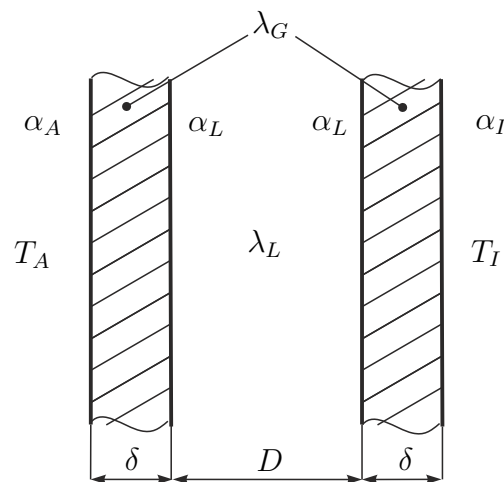

Abbildung 2: Querschnitt einer Doppelverglasung.
2. Bei der Auswahl der Fenster für ein neues Wohnhaus steht man vor der Entscheidung, konventionelle Fenster mit einer Einfachverglasung oder teurere Fenster mit einer Doppelverglasung zu wählen. Ein typisches Fenster mit Doppelverglasung ist in Abbildung 2 dargestellt.
- a) Führen sie geeignete Bezeichnungen für die Temperaturen in den jeweiligen Randschichten ein und tragen Sie diese in die Abbildung 2 ein. Zeichnen Sie auch einen typischen Temperaturverlauf für den Fall $T_I > T_A$ ein. Stellen Sie die Zusammenhänge zwischen den einzelnen Wärmestromdichten und den benachbarten Temperaturen auf. Wie lautet der Zusammenhang zwischen den einzelnen Wärmestromdichten? 3 P. |